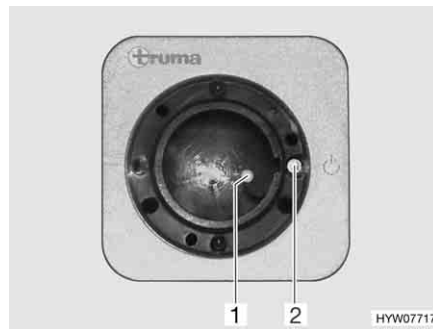
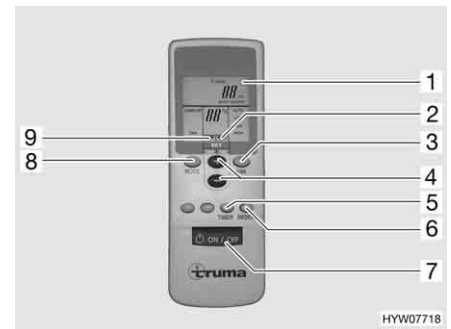

Fig. 163 Receptor
Fig. 164 Mando a distancia
- Conectar el mando a distancia por medio del interruptor (Fig. 164,7). La luz de control verde (Fig. 163,1) indica el funcionamiento de refrigeración.
- Ajustar el modo de funcionamiento deseado con la tecla (Fig. 164,8).
- De ser necesario, ajustar la potencia del ventilador y la temperatura ambiente deseadas con las teclas (Fig. 164,3 y 4). La flecha (Fig. 164,9) indica el modo de ajuste seleccionado.
- ▷ En el receptor se encuentra un pulsador interruptor adicional (Fig. 163,2) con el cual la instalación de aire acondicionado también se puede desconectar o conectar sin mando a distancia. En caso de que se conecte la instalación de aire acondicionado por medio de este pulsador interruptor, automáticamente se seleccionará el último modo de funcionamiento ajustado en el mando a distancia.
- Para desconectar, volver a pulsar la tecla (Fig. 164,7) del mando a distancia.
- Para la programación, conectar la instalación de aire acondicionado con la tecla (Fig. 164,7) del mando a distancia.
- Ajustar el modo de funcionamiento y la temperatura ambiente deseados con las teclas (Fig. 164,8, 3 y 4).
- Seleccionar la función deseada (Fig. 164,1) con la tecla (Fig. 164,5):
- Seleccionar el tiempo de conmutación deseado (de 1 a 15 horas) con las teclas (Fig. 164,4). La flecha (Fig. 164,2) parpadea e indica el modo de ajuste seleccionado.
- ▷ Con la tecla (Fig. 164,6) se realizan transmisiones repetidas de los ajustes del mando a distancia al emisor.